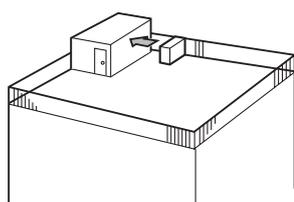

Fig. 2-4
- ① Richt de luchtuitlaat naar de dichtstbijzijnde muur, op ongeveer 500 mm van de muur. (Fig. 2-4)